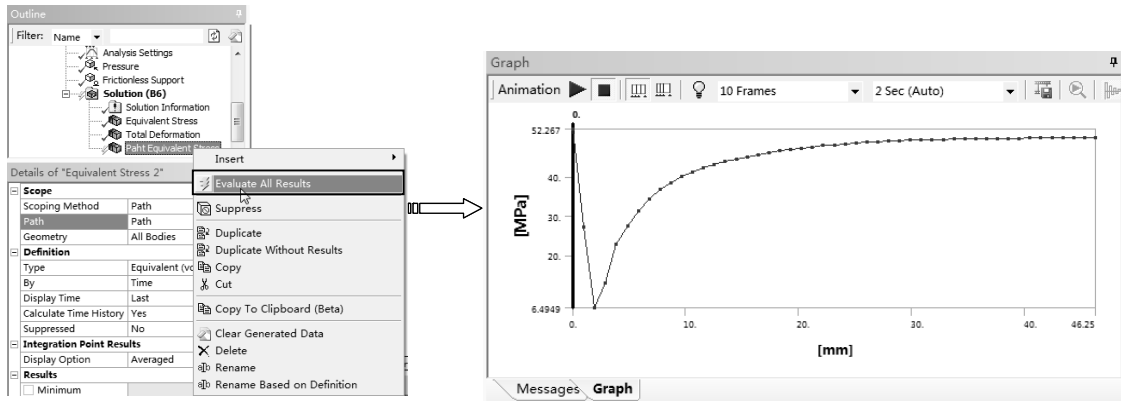

图 5-7 显示路径上的应力
- ◇ 显示路径结果。在【Outline (分析树)】中选择【Path Equivalent Stress】节点，单击鼠标右键，在弹出的快捷菜单选择【Evaluate All Results】命令，在图形窗口显示路径上的应力分布，如图 5-7 所示。